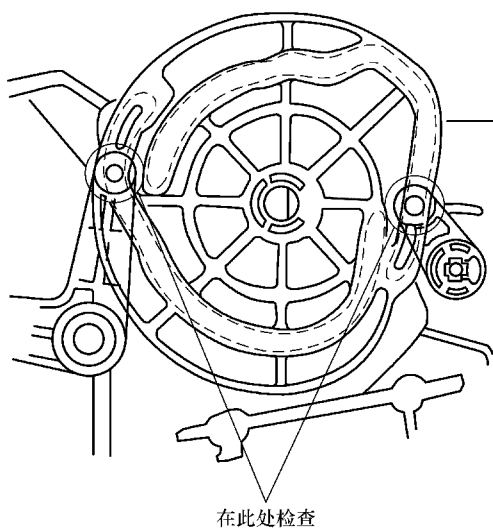

图 19-15 确定安装位置
- 3) 确保能通过孔看到电动机拉杆上的减振器拉杆销, 如图 19-15 所示。